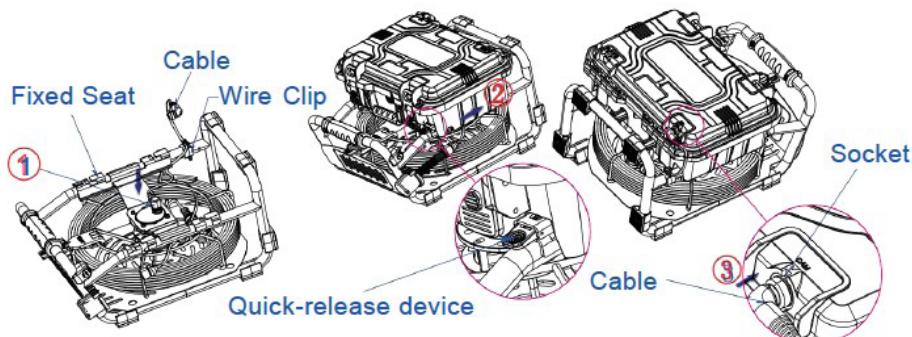

Figura 7. Installazione dell'unità di controllo
2. Installare l'unità di controllo e fissare il cavo di collegamento (Figura 7)